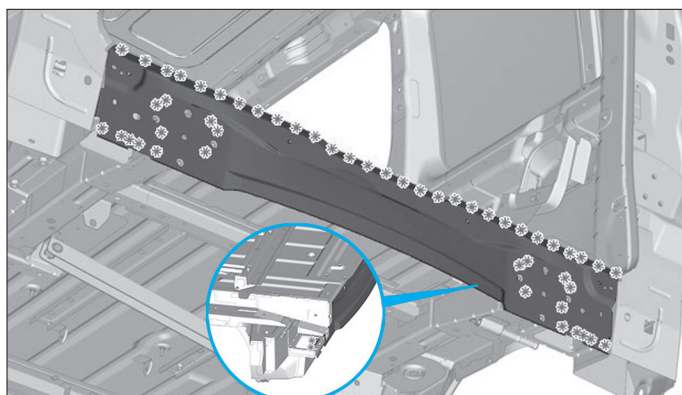

FIG. 109
- Découper les points (Fig.109).